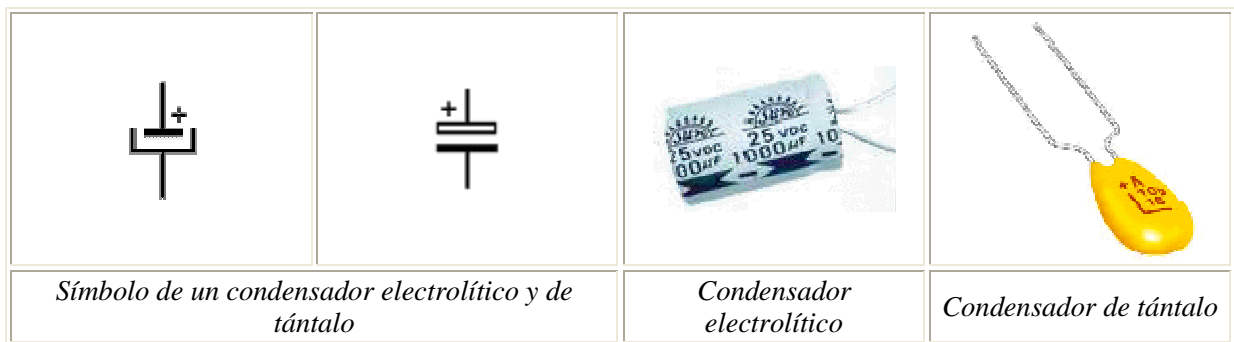

Figura 2.8. Condensadores electrolíticos.
**Electrolítico.** Permiten obtener capacidades elevadas en espacios reducidos. Actualmente existen dos tipos: los de aluminio y los de tántalo, figura 2.8. El fundamento es el mismo: se trata de depositar mediante electrolisis una fina capa aislante.